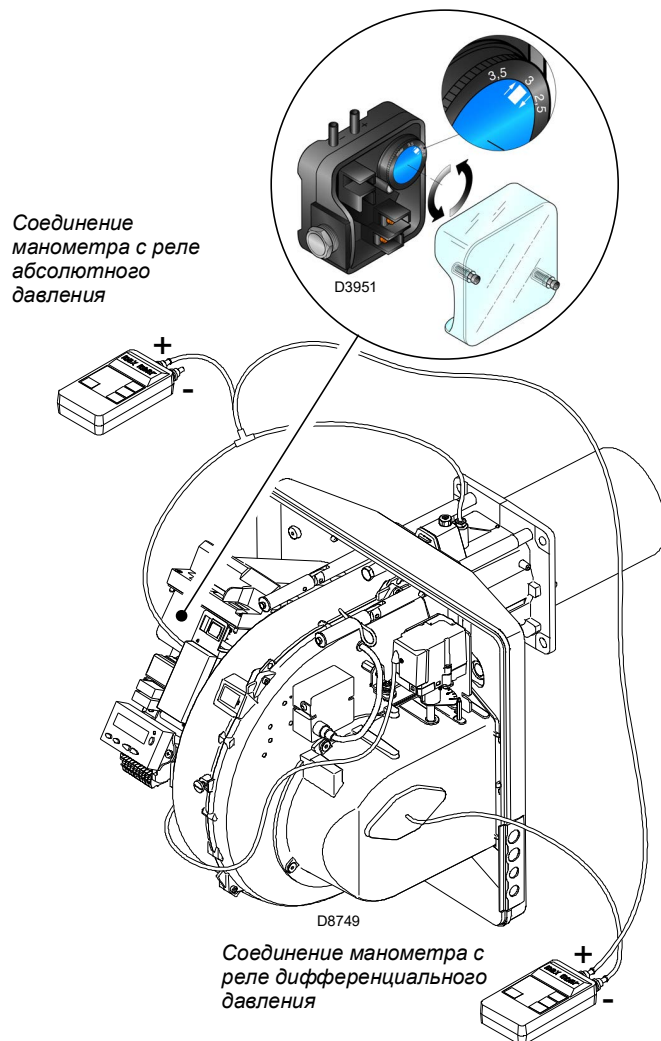

Рис. 27
- Отрегулируйте реле давления воздуха (Рис. 27 на стр. 31) на начало шкалы.
Настройка реле давления воздуха (Рис. 27) выполняется после всех остальных регулировок горелки, устанавливая реле давления воздуха на начало шкалы.
Подсоединение манометра указано на Рис. 27. Стандартная конфигурация, когда подсоединено реле абсолютного давления воздуха. Обратите внимание, что наличие "Т" - образного соединения не входит в поставку.
В этом случае манометр также должен быть дифференциальным, как показано на Рис. 27.